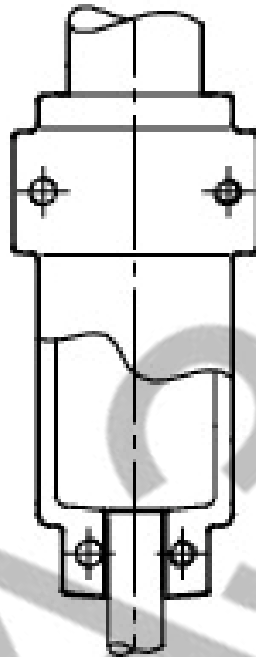

Рис.11
5. Установить муфту поз. 9 на вал так, чтобы верхний торец вала насоса был заподлицо с нижней кромкой внутренней полости муфты, смотрите Рис.11.
6. Установить муфту поз. 9 на вал так, чтобы верхний торец вала насоса был заподлицо с нижней кромкой внутренней полости муфты, смотрите Рис. 11.
3. Установить муфту поз. 9 на вал так, чтобы верхний торец вала насоса был заподлицо с нижней кромкой внутренней полости муфты, смотрите Рис. 11.